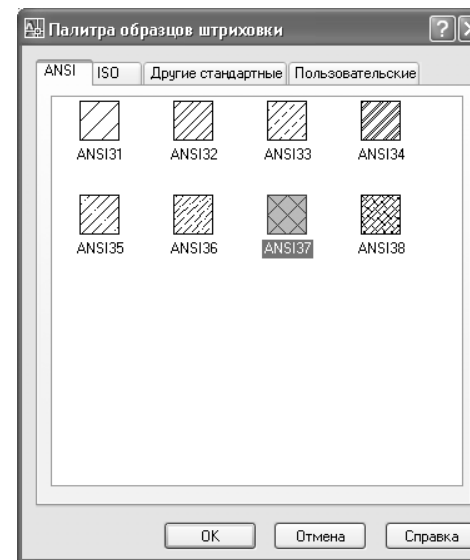

Рис. 9.2 ▼ Диалоговое окно Палитра образцов штриховки (Hatch Pattern Palette)
- Щелкните на кнопке **Обзор** (Browse), расположенной справа от раскрывающегося списка **Образец** (Pattern). В открывшемся окне **Палитра образцов штриховки** (Hatch Pattern Palette) должна быть открыта вкладка **ANSI** с выбранным на ней узором **ANSI37** (рис. 9.2). Подробнее о работе с этим окном мы поговорим немного позднее, а пока что закройте его, щелкнув на кнопке **OK**.
Теперь давайте немного поговорим о штриховке вообще и о достигнутом результате в частности. Как видно из рис. 9.2, входящие в комплект поставки AutoCAD узоры штриховки лишь очень приблизительно соответствуют требованиям отечественных стандартов. В частности, узор **ANSI31** можно применять для обозначения металлов и твердых сплавов, узор **ANSI32** – для обозначения керамики и силикатных материалов для кладки, а узор **ANSI37** – для обозначения неметаллических материалов, в том числе волокнистых монолитных и плитных (прессованных), например ДСП, как в нашем случае. Также с некоторым приближением можно использовать узор **ANSI35**, который напоминает стандартный узор, используемый для обозначения бетона.
Теперь давайте рассмотрим методы, которые можно использовать для применения штриховки с целью обозначения различных материалов поверхностей. Строго говоря, эти методы ничем не отличаются от аналогичных методов, используемых для обозначения материалов в разрезах и сечениях. Однако, как уже отмечалось выше, в стандартном комплекте поставки AutoCAD отсутствуют многие узоры штриховки, определяемые отечественными стандартами. Такие узоры можно создать самостоятельно, после чего они появятся на вкладке **Пользовательские** (Custom) диалогового окна **Палитра образцов штриховки** (Hatch Pattern Palette) (см. рис. 9.2). Однако их создание (особенно в тех случаях, когда нужно обеспечить полное соответствие требованиям стандартов) – задача не из легких.